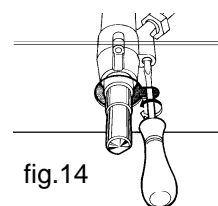

fig.14
- quite la perilla y accione el tornillo de regulación ubicado a la derecha de la llave (fig.14) hasta obtener una pequeña llama regular utilizando un destornillador (aflojando el tornillo el mínimo aumenta, ajustándolo disminuye).